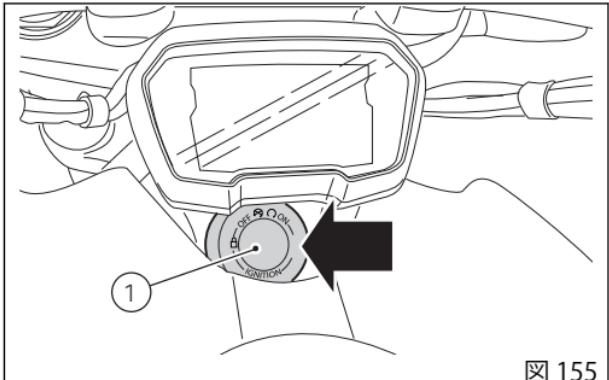
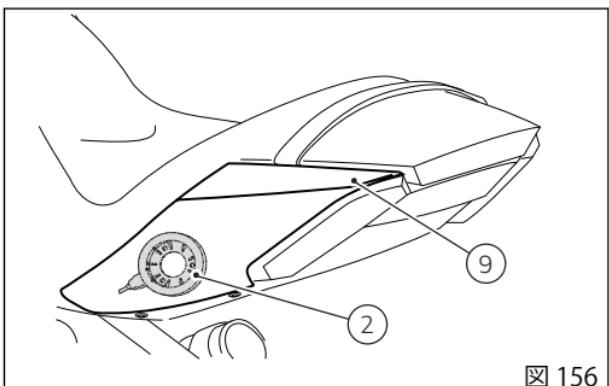
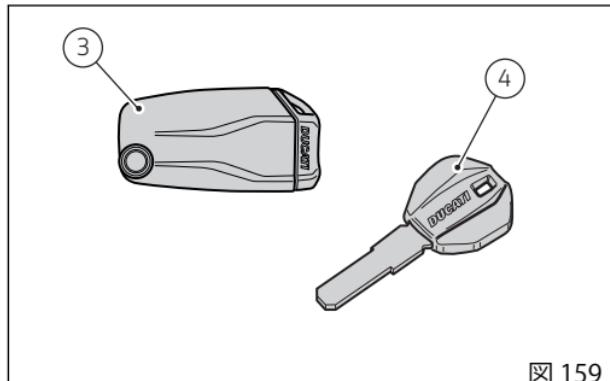
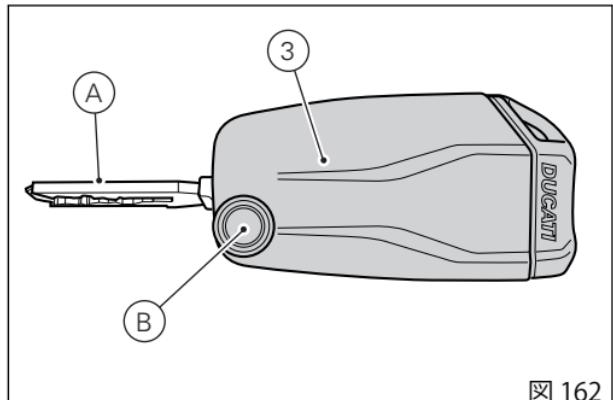

図 155
図 156
図 159
図 162
(図 155) は Hands Free ブロック (1) の位置を示し、(図 156) は左側テールガード (9) 下のアンテナ (2) の位置を示します。
Key-ONするには、アクティブキー(3、図162)があるときにハンドルバーのボタン(6)を押します。
Key-OFFするには、ハンドルバーのボタン(6)を押します。走行速度がゼロであればキー(3、図162)がなくてもKey-OFFが可能です。
Key-ONするには、アクティブキー(3、図162)があるときにHands Free ブロック(1、図155)のボタン(7)を押します。
Key-OFFするにはHands Free ブロック(1、図155)のボタン(7)を押します。キー(4、図159)がなくてもKey-OFFが可能です。
キー(3)とキー(4)がないときにKey-ONするには、Hands Free ブロック(1、図 155)のボタン(7)を押し、ダッシュボードでPIN CODEを入力します。